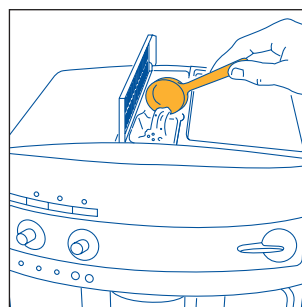

Fig.19
2. Løft det lille lokket i midten og før en skje forhåndsmalt kaffe inn i trakten (fig. 19), gå deretter fram som beskrevet i avsnitt 5.